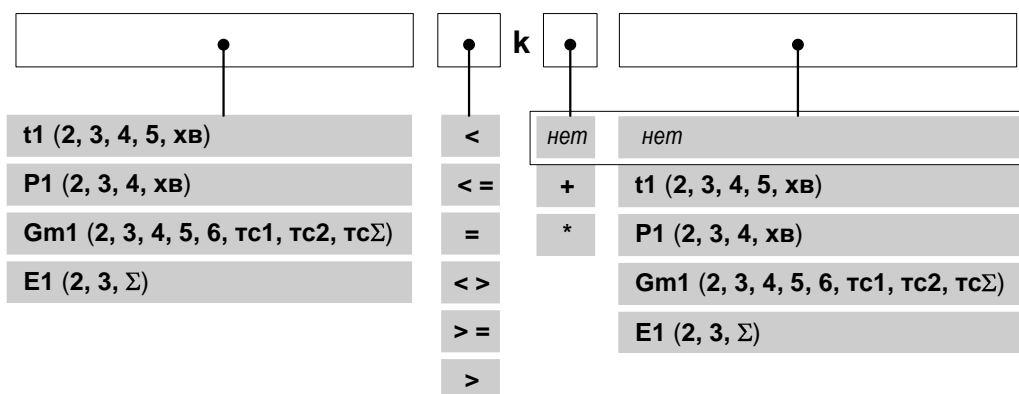

Рис.14. Структура и возможные значения членов формулы условия для фиксации нештатной ситуации.
6.6.4.2. Формула для формирования условия фиксации НС имеет структуру, показанную на рис.14.